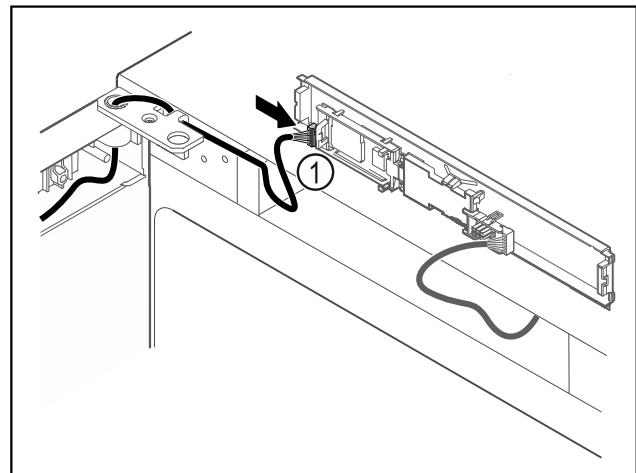

Fig. 64
- ▶ Stecker Fig. 64 (1) an Platine anstecken.